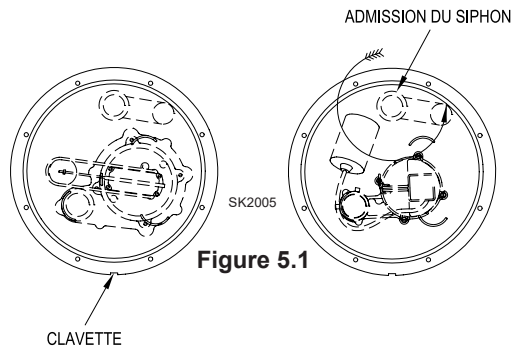

Figure 5.1
5.1) Mettre la pompe dans la cuve, comme montré à la figure 5.1.
**REMARQUE** – En cas d'installation d'un siphon interne, tourner le tuyau de descente dans l'orientation montrée à la figure 5.1.